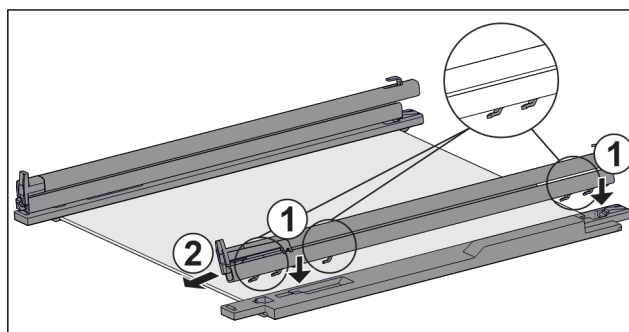

Fig. 104 Glashylla med skenor och fästdelar
- ▶ Sätt på skenans krok på den **vänstra** fästdelens öppningar. *Fig. 104 (1)*
- ▶ Dra skena framåt. *Fig. 104 (2)*
- ▶ Sätt på skenans krok på den **högra** fästdelens öppningar. *Fig. 104 (1)*